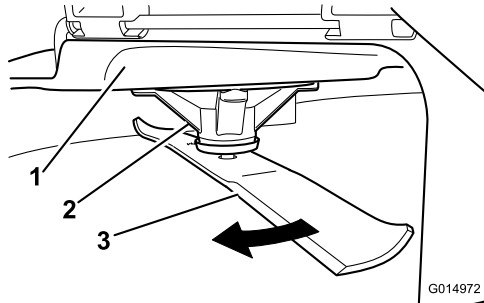

Figura 83
2. Llevando guantes fuertemente acolchados u otro tipo de protección apropiada para las manos, gire la cuchilla lentamente hasta una posición que permita medir la distancia entre el filo de corte y la superficie nivelada en la que descansa la máquina (**Figura 83**).